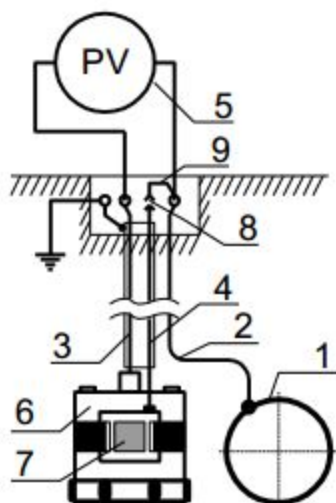
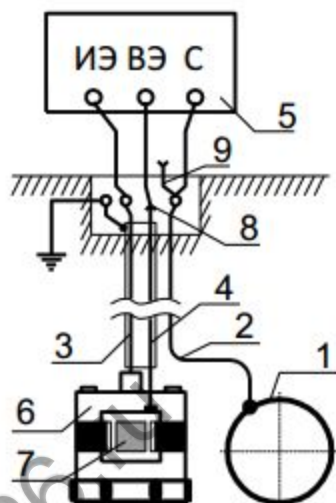

Рис. 4
Рис. 5
8.1.1 Положительную клемму прибора присоединить к проводнику от трубопровода, отрицательную - к проводнику от электрода (рис.4)
8.2 Измерения поляризационного потенциала выполняют с помощью приборов, содержащих прерыватель тока, например, ОРИОН ИП-01. Схема присоединения прибора к проводникам контрольно-измерительного пункта приведена на рис. 5
5 - Вольтметр (Рис. 4) / Прибор измерительный (Рис. 5)